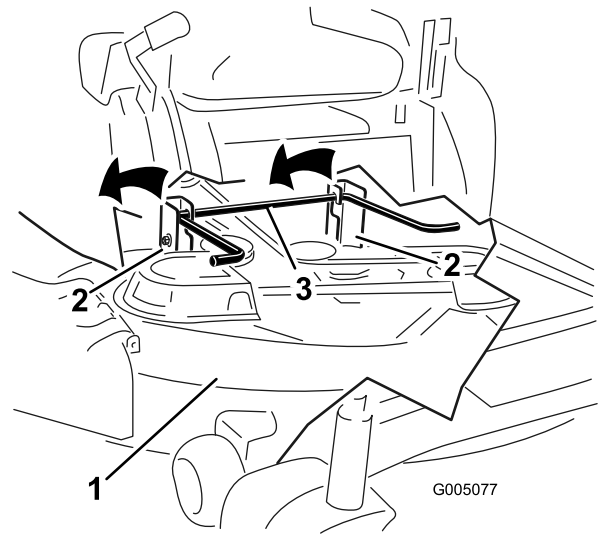

Figure 55
6. Soulevez et déposez le tablier de coupe et les supports de la tige de levage arrière et abaissez le tablier au sol avec précaution (Figure 55).
5. Soulevez l'arrière du tablier de coupe et guidez les supports sur la tige de levage arrière (Figure 55).